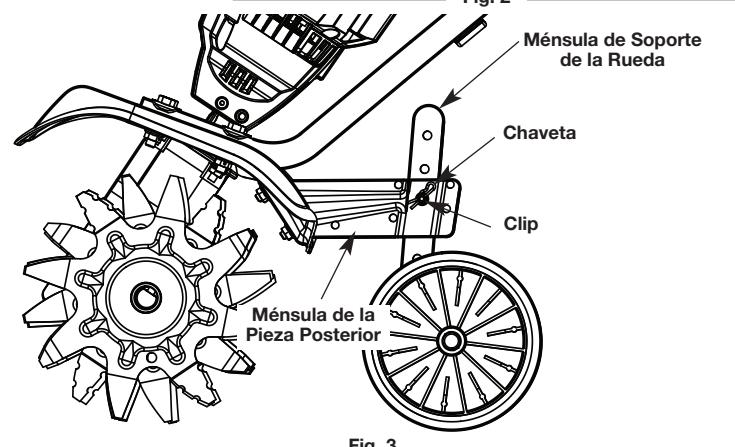

Fig. 3
- Quite el clip de la chaveta y resbale el perno de horquilla del soporte de la cola (Fig. 3).